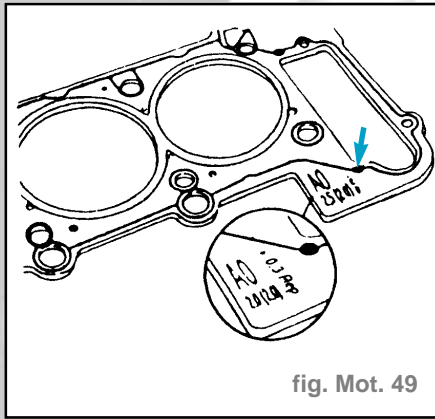

fig. Mot. 49
- Pour une rectification de **0,3 mm** un joint de culasse d'épaisseur majorée de **0,3 mm** est disponible (fig. Mot. 49).